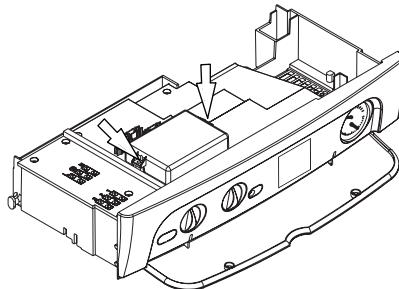

Fig. 5.23 Tablero de mandos.
- Quite los dos tornillos indicados en la Fig. 5.23 y abra la tapa del tablero de bornes de conexión de la sonda externa.
Desenrosque los tornillos y quite la tapa del tablero de bornes (Fig. 5.23)